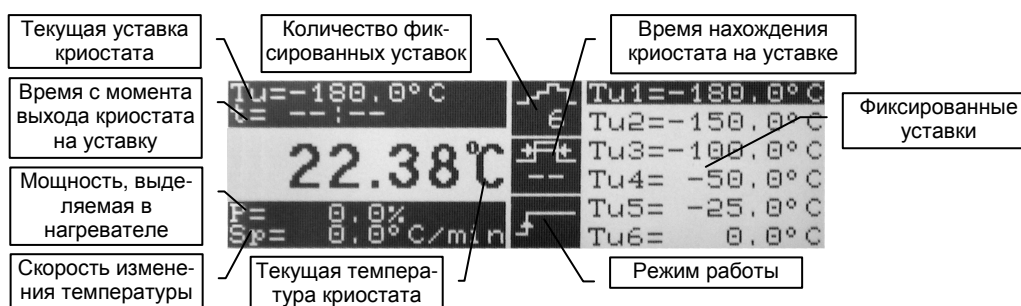

Рис. 1
7.1. Включить КТ-4. После подачи питания на дисплее криостата появится начальная заставка. Через 10-20 секунд прибор начнет работать. На дисплее прибора появится картинка аналогичная Рис. 1.